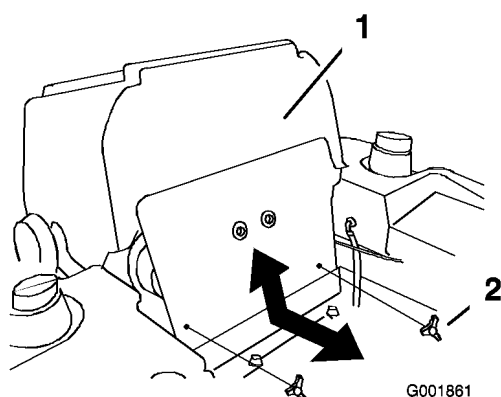

Figura 66
3. Ribaltate in avanti il sedile e togliete il pannello anteriore del motore (Figura 66).
7. Montate il pannello anteriore del motore (Figura 66).